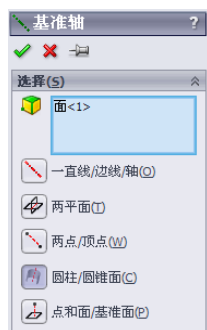

图 6-36 “基准轴”属性管理器
④ 执行基准轴命令。选择菜单栏中的“插入”→“参考几何体”→“基准轴”命令，或者单击“参考几何体”工具栏中的“基准轴”图标，此时系统弹出如图 6-36 所示的“基准轴”属性管理器。